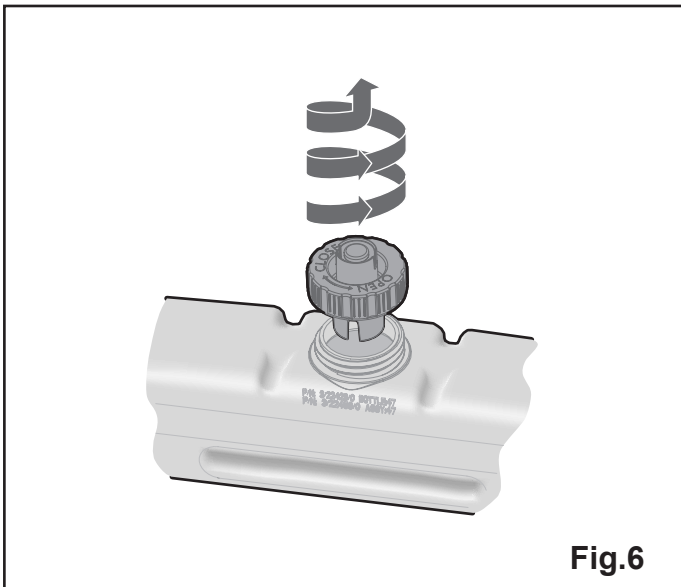

Fig.6
4. Plaats het waterreservoir in een gootsteen en draai de dop naar links om het reservoir te openen. (Zie Afb.6)